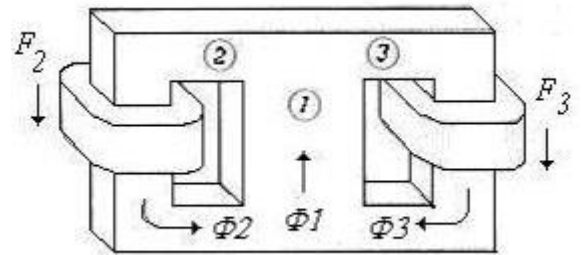

Fig. 7
8.-El mismo núcleo de acero colado del problema 6, bobinas idénticas de 500 vts.en las extremidades exteriores con el sentido del bobinado que se muestra en la Fig. 7. De nuevo $\phi_3 = 0,173$ mWb. Halle las corrientes en las bobinas.-